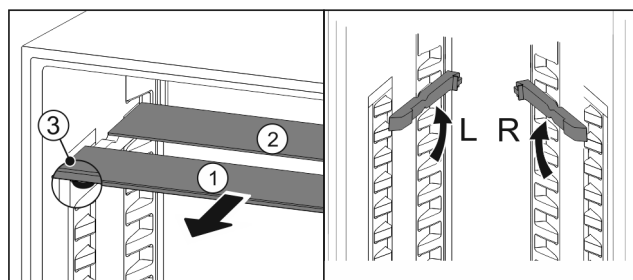

Fig. 28
- ▶ Træk glaspladerne ud enkeltvis fremad Fig. 28 (1).
- ▷ Glaspladen Fig. 28 (1) med pyntelisten ligger foran.
- ▷ Stoppene Fig. 28 (3) peger nedad.